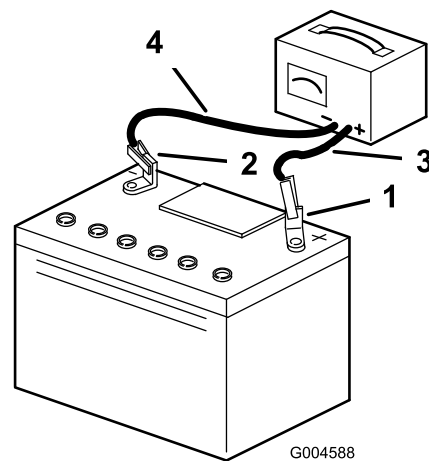

Figure 30
- Débranchez les câbles du chargeur des bornes de la batterie (Figure 30).